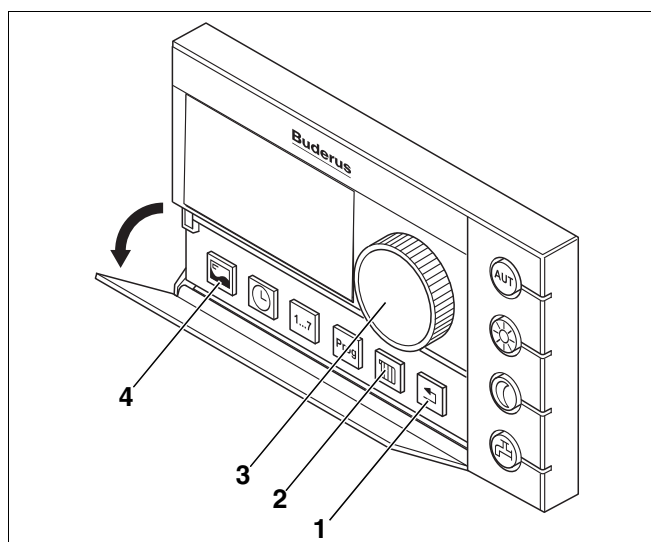

Рис. 15 Пульт управления RC30
Далее приведено описание выпуска воздуха из трубопровода дизельного топлива с помощью пульта управления RC30 (рис. 15).
- На пульте управления RC30 вызвать сервисный уровень, для этого одновременно нажать кнопки "Индикация", "Отопительный контур" и "Назад" (рис. 15, **поз. 4, 2, 1**, стр. 17). На дисплее появится "СЕРВИС МЕНЮ ЯЗЫК".
- Ручкой управления (рис. 15, **поз. 3**, стр. 17) выбрать "СЕРВИС МЕНЮ ТЕСТ РЕЛЕ".
- Нажать кнопку "Индикация" (рис. 15, **поз. 4**, стр. 17) и, поворачивая ручку управления, установить пункт меню "ТЕСТ РЕЛЕ EMS".
- Несколько раз нажать кнопку "Назад" (рис. 15, **поз. 1**, стр. 17) до появления показания комнатной температуры.